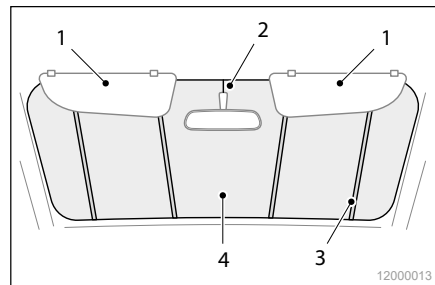

Abb. 19 Thermo-Abdeckung Frontscheibe
1. Legen Sie die Thermo-Abdeckung (Abb. 19/4) mit den Stäben (Abb. 19/3) nach unten und dem Einschnitt für den Rückspiegel (Abb. 19/2) nach oben auf das Armaturenbrett.
4. Klappen Sie die Sonnenblenden (Abb. 19/1) als zusätzlichen Halt herunter.